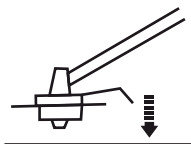

Fig. 16
- > La tête du coupe-herbe comporte un butoir [28] permettant de couper le fil de coupe [28] en cours d'utilisation. Pour rallonger le fil de coupe, tapotez le butoir contre une surface dure (Fig. 16).